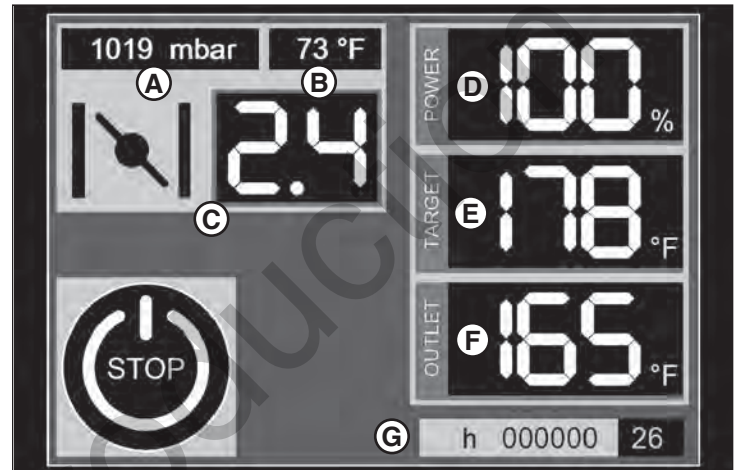

Figure 29
8. Une fois que le ventilateur est démarré, l'écran RUN (marche) apparaîtra (Figure 29). L'information suivante sera affichée :
- (A) Pression barométrique en millibar.
- (B) Température ambiante en degrés Fahrenheit.
- (C) Réglage du registre
- (D) Efficacité de l'appareil de chauffage en pourcentage.
- (E) Température de sortie cible en degrés Fahrenheit.
- (F) Température de sortie actuelle en degrés Fahrenheit.
- (G) Heures totales de l'appareil de chauffage.